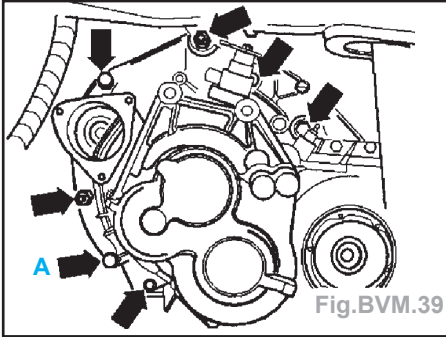

Fig.BVM.39
- Déposer les vis de jonction moteur / boîte de vitesses (flèches), sauf la vis (flèche **A**) ; ce faisant, retirer la petite tôle de protection du volant-moteur (Fig.BVM.39).
- Dévisser complètement la vis (flèche **A**) pour la fixation inférieure du moteur/BV (Fig.BVM.39).